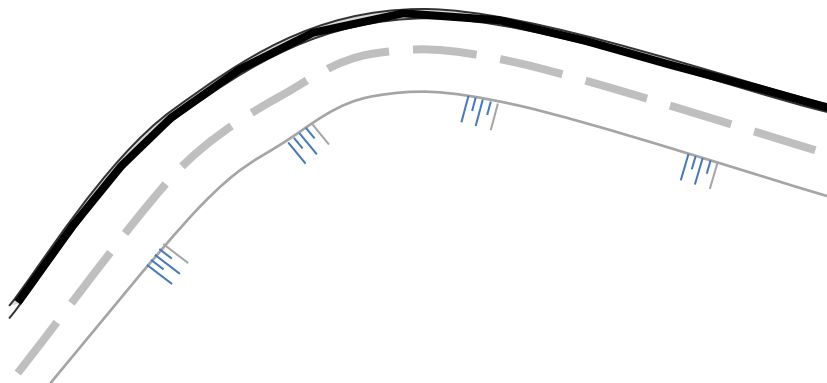

图 2-4 公路轴线向路基沉降监测布局示意图
c) 用于建筑设施或地表的变形监测，如均质的土石坝中安装，公路铁路边沿顺排水沟挖槽埋设，用于监测公、铁路轴线的路基沉降（如图 2-4）等，通常可直接埋设，但必须注意避免形成渗流通道，因此可以采用外套柔性 PE 保护管实现保护功能，接头需做好密封处理，在沟槽埋设时，还应在沟槽中每隔一定间距（推荐 1.5m）用膨润土回填以形成阻水塞。柔性测斜仪并不局限于在水平面沿直线布局，还可弯曲布置，乃至可在斜坡面、带有起伏型面监测区域都可以采用直接埋设的方式安装，例如矿区采空区地表沉降监测等。直接埋设比较简单，通常开挖宽度 20cm 左右、深度 ≥ 30 cm 的沟（取决于现场的需要），底部夯实，垫 5cm 的细沙或粘土等材料，将柔性测斜仪直接敷设，再回